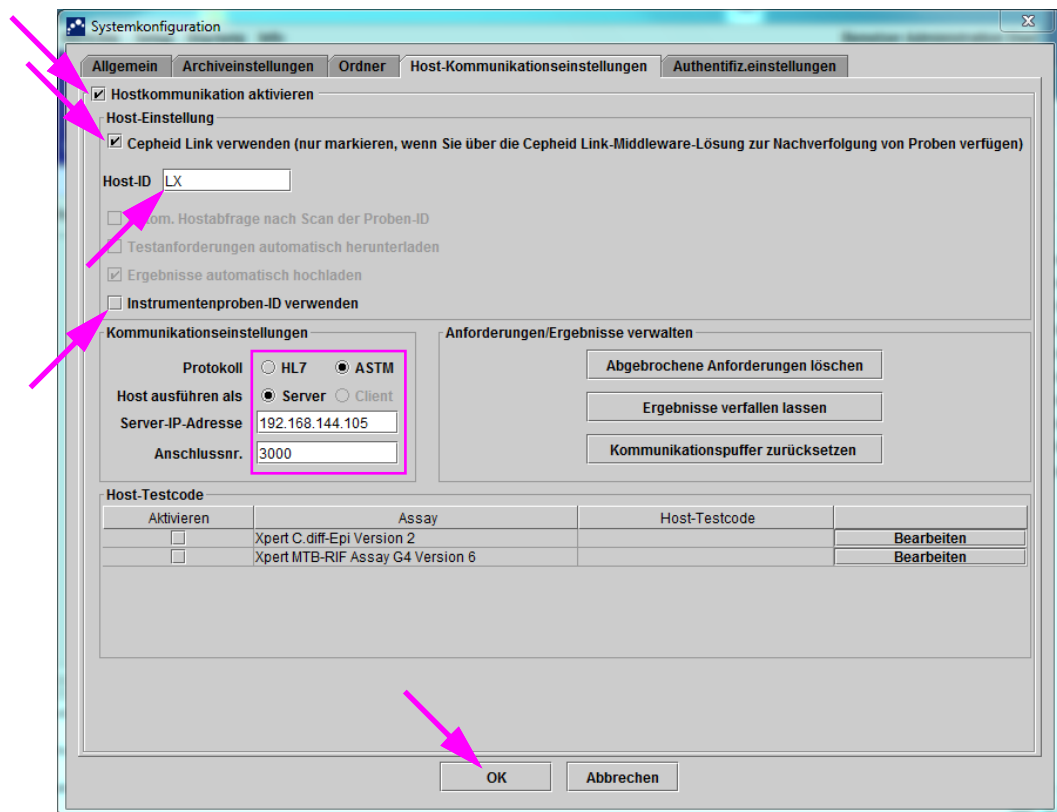

Abbildung 2-82. Für Cepheid Link konfigurierter Arbeitsbereich „Host-Kommunikationseinstellungen“
2. Wählen Sie die Schaltfläche **HOST-KOMMUNIKATIONSEINSTELLUNGEN** (vgl. Abbildung 2-82), um den Arbeitsbereich „Host-Kommunikationseinstellungen“ aufzurufen. Vgl. Abbildung 2-82.
3. Markieren Sie zur Aktivierung der Host-Kommunikation das Kontrollkästchen **Hostkommunikation aktivieren** oben links im Arbeitsbereich (vgl. Abbildung 2-82). Dadurch können andere Optionen im Arbeitsbereich „Host Communication Settings“ (Host-Kommunikationseinstellungen) ausgewählt werden.
4. Wählen Sie das Kästchen **Cepheid Link verwenden**, um die Host-Kommunikation für Cepheid Link einzurichten. Sobald das Kästchen **Cepheid Link verwenden** markiert wird, wird die Konfiguration zum größten Teil automatisch eingerichtet. Vgl. Abbildung 2-82.
- 8. Wenn Sie die Host-Kommunikation für den Cepheid Link-Server eingerichtet haben, betätigen Sie die Schaltfläche **OK**. Vgl. Abbildung 2-82.